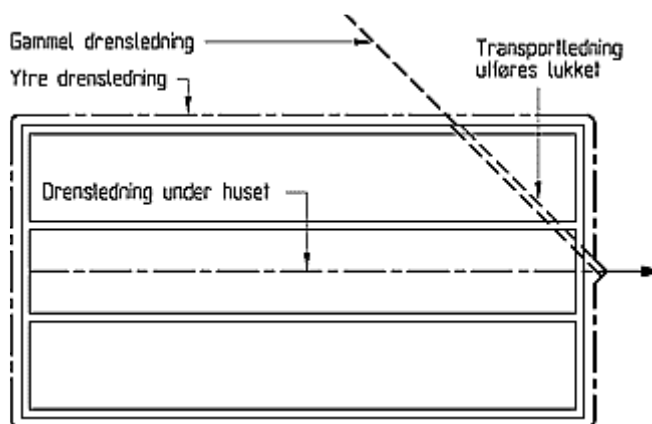

Fig. 331
- 331 Ved brede bygninger kan det være nødvendig å legge drensledninger under golvet for å holde grunnvannsspeilet nede. Største avstand mellom ledningene er avhengig av grunnvanns- og grunnforhold, men bør som regel ikke overstige 12 m. Eventuelle vannkilder i tomta, f.eks. gamle drensledninger, oppkommer e.l., må man ta hånd om og føre i lukket ledning til drenskum. Se fig. 331.